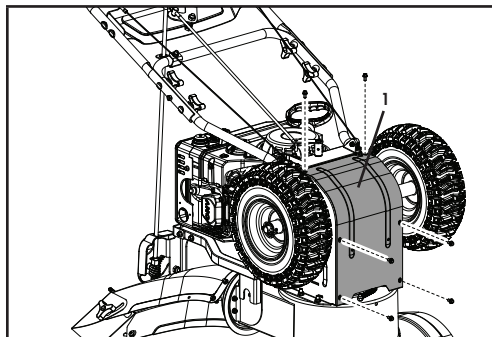

Figure 45A
2. Enlevez le couvercle de la base du châssis (1) du dessous de la souffeuse à neige en enlevant les 6 vis M6 x 16 qui le retiennent (figure 45A).